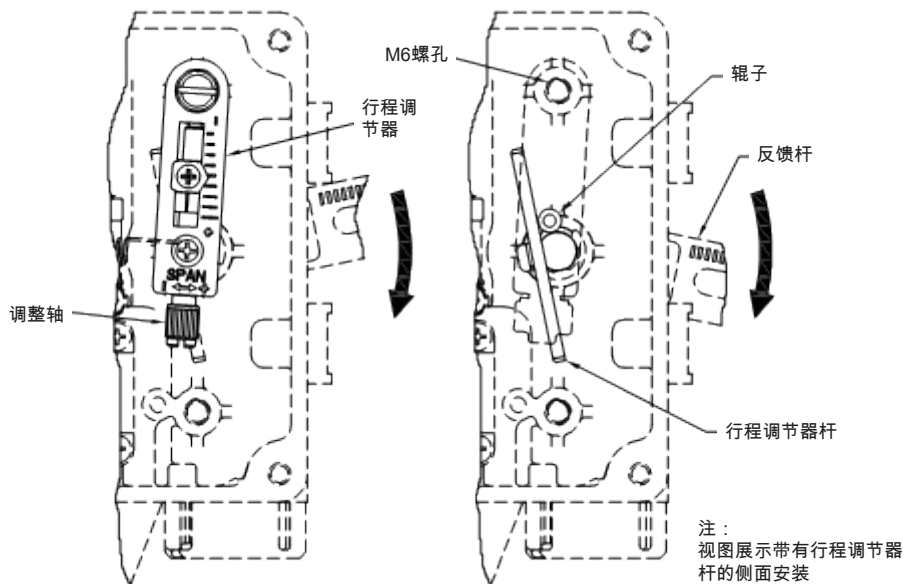

图18 行程调节器安装（侧面安装 = 正作用，中间安装 = 反作用）
- 1) 侧面安装 - 如果在输入信号增强时执行器轴向下移动，装配“行程调节器”至类似下图18所示的上部M6螺孔（正作用）。
- 中间安装 - 如果在输入信号增强时执行器轴向上移动，装配“行程调节器”至类似上图18所示的上部M6螺孔（反作用）。